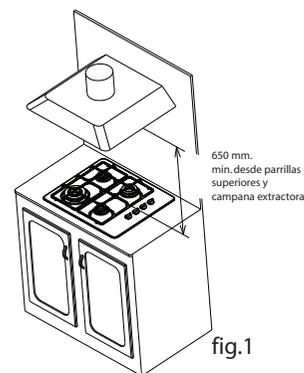

fig.1
- 3.- Con respecto a campanas extractoras, la distancia mínima debe ser de 650mm, (ver fig.1) entre la parte inferior de la campana y las parrillas superiores. La campana extractora debe ser tan ancha como la encimera y el centro de la misma.